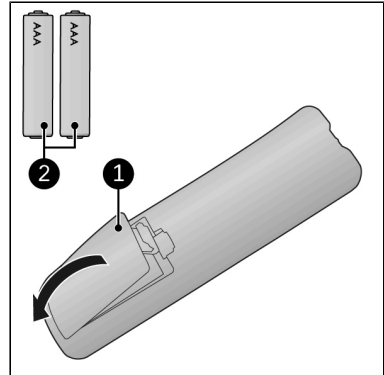

Figure 21.
1. Retirez le couvercle du compartiment à piles (Figure 21, pos. 1).
2. Insérez deux piles (AAA 1,5 V) (Figure 21, pos. 2) comme indiqué dans le compartiment. Veillez à insérer les piles correctement.